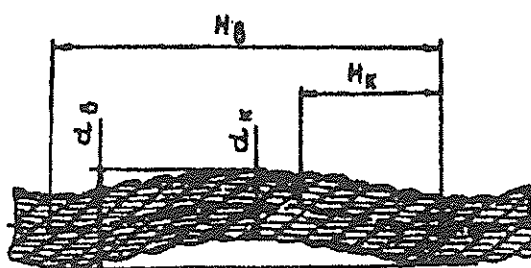

Рис. 8. Волнистость каната (объяснение в тексте)
6. Волнистость каната характеризуется шагом и направлением ее спирали (рис. 8). При совпадении направлений спирали волнистости и свивки каната и равенстве шагов спирали волнистости H_v и свивки каната H_k канат бракуется при $d_v \geq 1,08 d_k$, где d_v - диаметр спирали волнистости, d_k - номинальный диаметр каната.